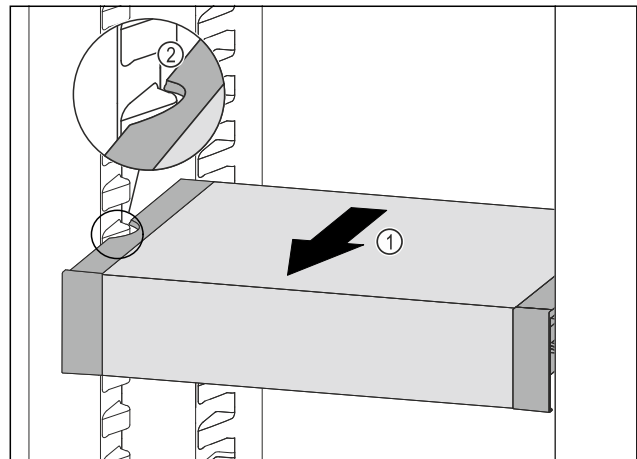

Fig. 138
- ▶ VarioSafe naar voren trekken Fig. 138 (1), tot de uitsparingen aan de zijkant van de VarioSafe zich ter hoogte van de rib in het koelgedeelte bevinden. Fig. 138 (2)